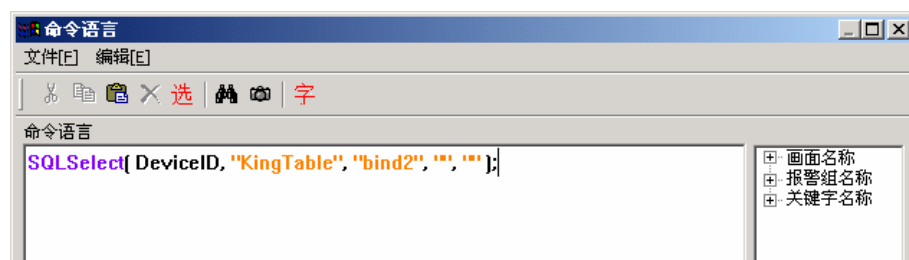

图 9-8 记录查询命令语言对话框
7、在按钮的弹起事件中输入如下命令语言，如图 9-8 所示：